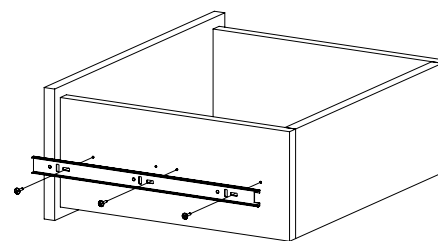

Рис.8
- Закрепите внутренние планки направляющих на деталях 6 и 7 шурупами 3,5х16 (Рис. 8).